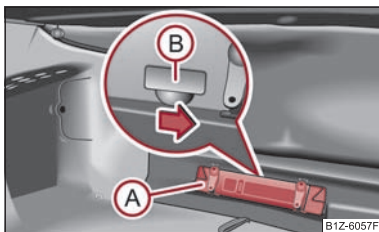

Fig. 28 Desbloqueo de emergencia de la tapa de maletero
- Sacar el triángulo de advertencia* (A) ⇒ fig. 28.
- Empujar la palanca de mando en el sentido de la flecha, a fin de desbloquear la tapa del maletero. La palanca de mando se encuentra debajo del paramento (B).